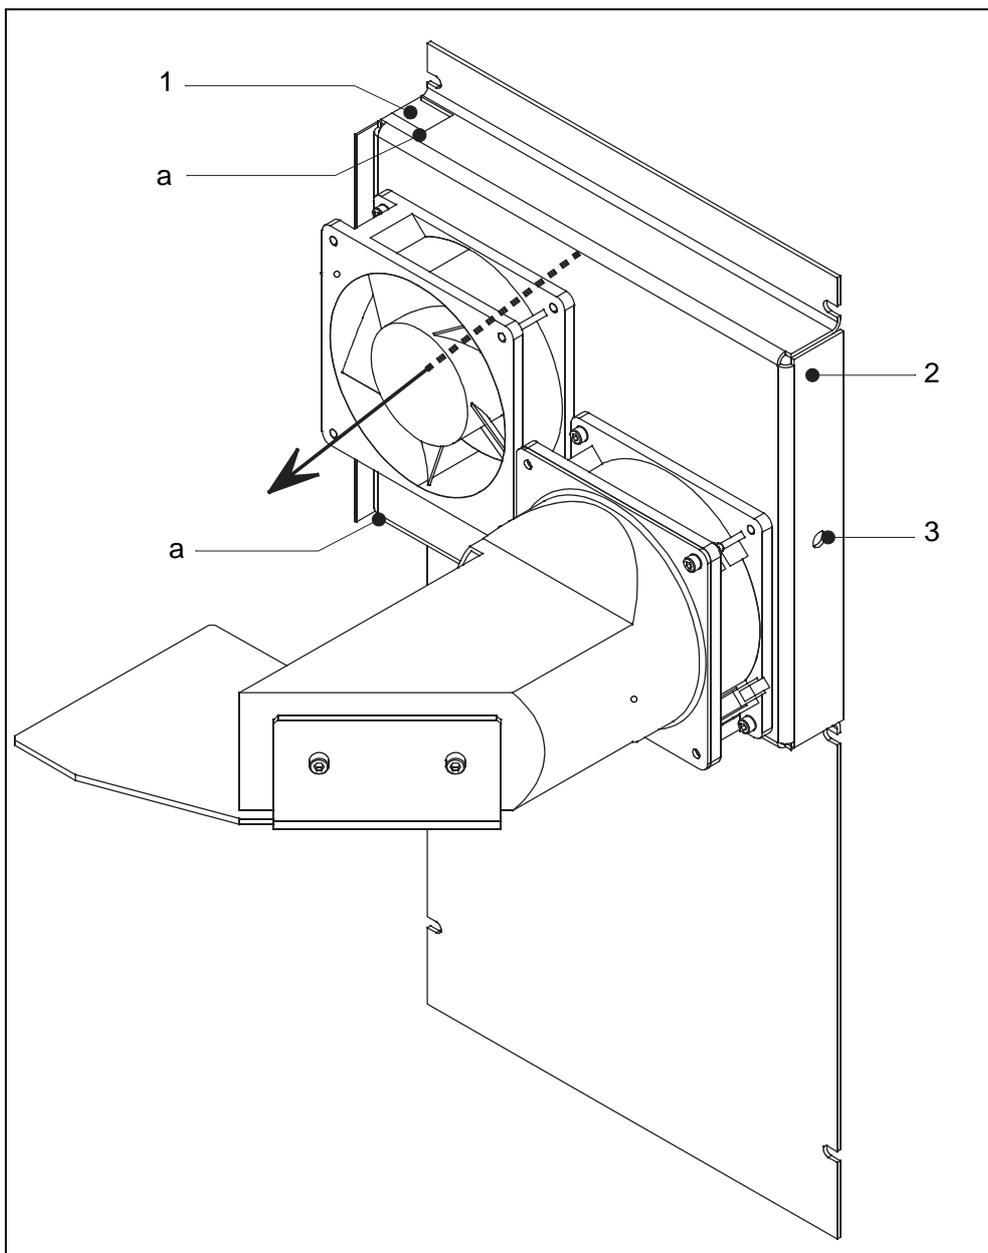

Abb. 9-2 Luftfilter Chassiswand austauschen
- Greifen Sie den Filtereinsatz mit zwei Fingern an den in Abb. 9-2/a gezeigten Ausbrüchen und ziehen den Filtereinsatz aus der Führung heraus.
- Sollte dies nicht möglich sein, drücken Sie den Filter mit einem geeigneten Werkzeug durch die hintere Auswurfbohrung Abb. 9-2/3 nach vorn.
- Beachten Sie beim Einsetzen des neuen Luftfiltereinsatzes die Lüftungsrichtung. Sie ist in obiger Abb. 9-2 durch einen schwarzen Pfeil dargestellt.